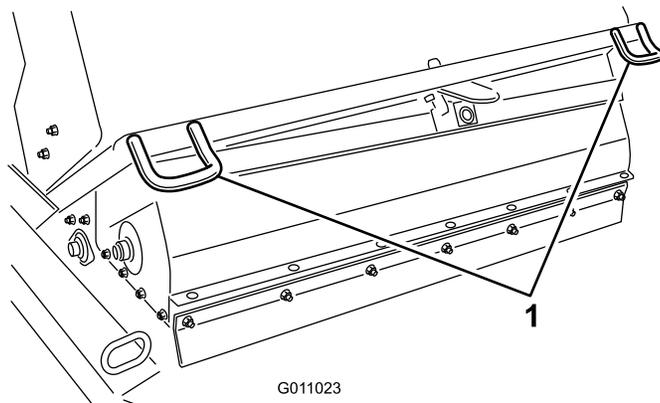
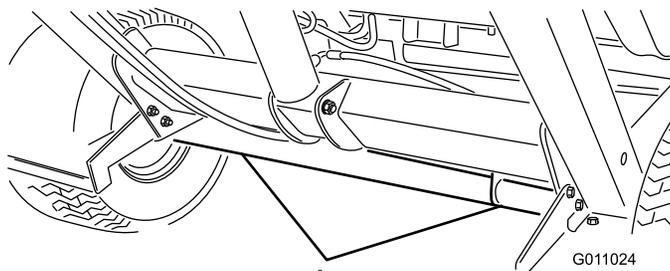

图29
图30
- 驾驶清扫车时，使用栓系固定机器的前面（图29）和轴（图30），并将机器的后面固定在拖车上。